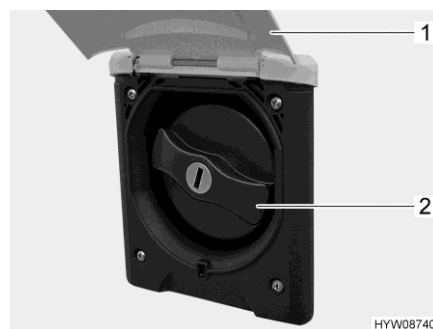

Fig. 192 Tapa de cierre (tubo de llenado de agua potable)
- Girar hacia arriba la trampilla exterior (Fig. 192,1).
- Girar la tapa de cierre azul (Fig. 192,2) un cuarto de vuelta.